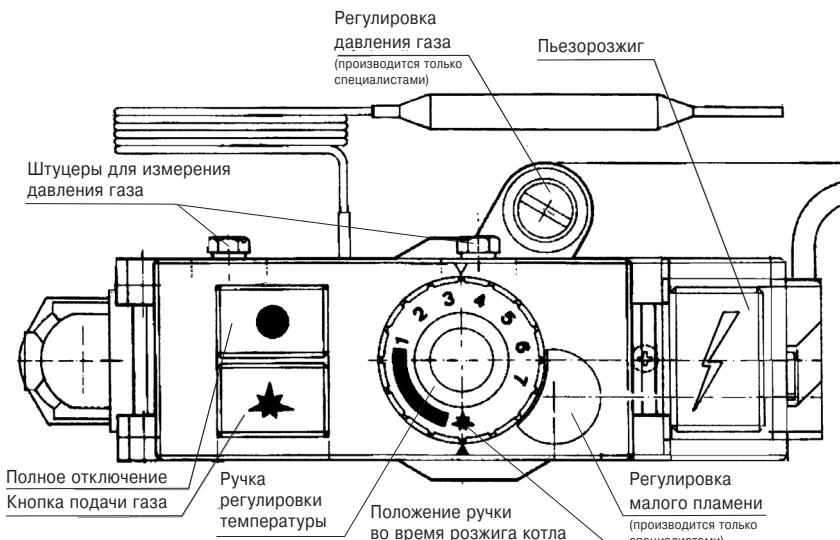

Рис. 6.
**Для котлов мощностью от 25 до 30 кВт с газогорелочным устройством на основе итальянской автоматики «710 MINISIT» и инжекционной горелки Polidoro (см. рис. 6) ВНИМАНИЕ!**